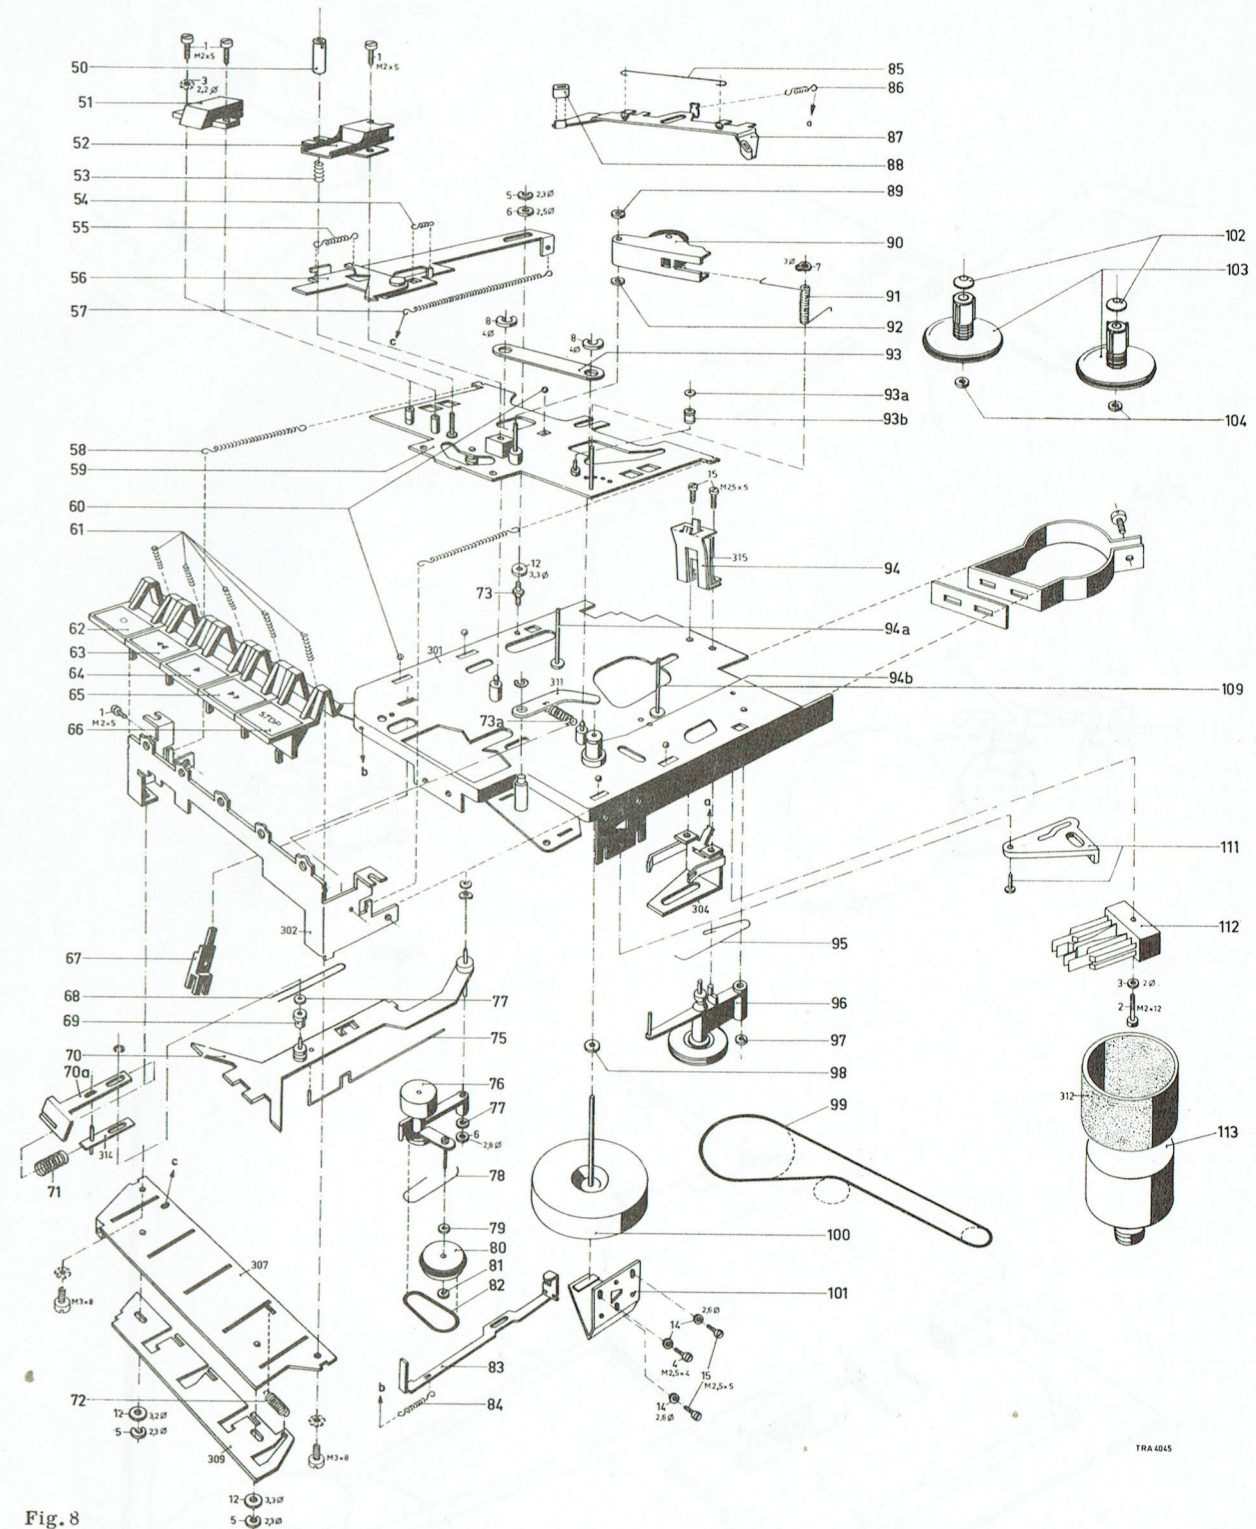

Fig. 8
Vervangen van aandrijsnaar, pos. 99, zie fig. 8
Vervangen van vliegwiel pos. 100 en speelwiel, pos. 96, zie fig. 8
Het vervangen van de spoelrolhefboom 76 (zie fig. 8)
Vervangen van spoelschotel, pos. 103, zie fig. 8